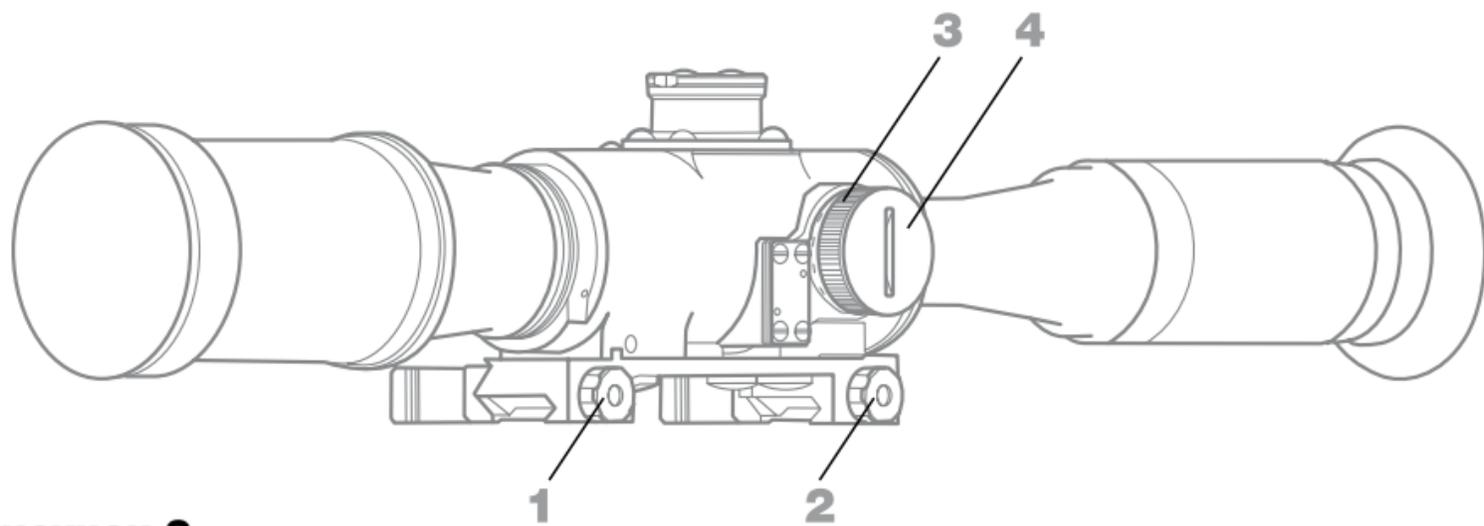

Рисунок 2
- вывести из зацепления регулировочные гайки 1, 2 (рисунок 2);
Регулировка яркости сетки осуществляется вращением корпуса батарейного отсека 3 (рисунок 2). На корпусе батарейного отсека 3 нанесены цифры от “0” до “12”. Включение прицела происходит при вращении корпуса батарейного отсека 3 в сторону увеличения цифр, при этом увеличивается яркость подсветки, а уменьшается при повороте в противоположную сторону. Выключение прицела происходит при установке цифры “0” напротив риски, нанесенной на корпусе прицела.
В качестве источника питания используется одна литиевая батарея CR2032 (далее по тексту – батарея). Установка батареи в прицел (рисунок 2) осуществляется в следующей последовательности: